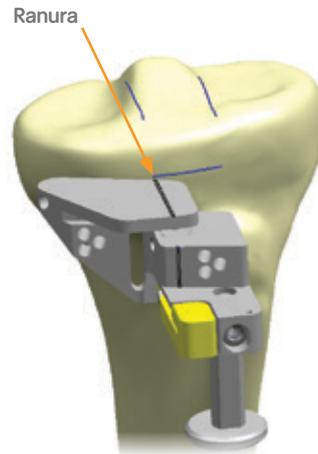

Figura 26
- Acople la guía de referencia a la tibia anterior alineando aproximadamente la ranura con la marca medial de la plantilla de talla tibial (figura 26).